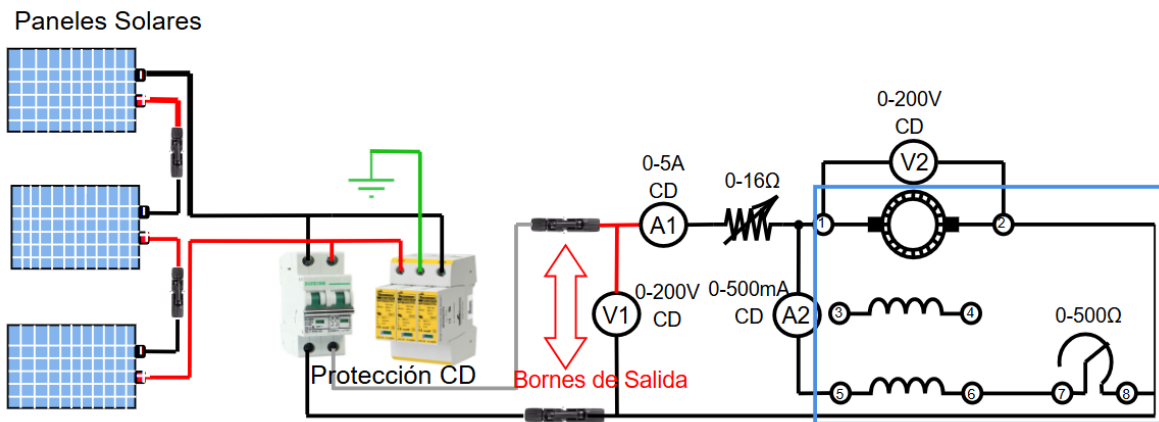

Fig. 83. Diagrama de conexión para el arranque de un motor de corriente directa con paneles solares.
1. Coloque el motor de cd en el gabinete más cercano y realice la conexión shunt del motor de corriente directa (**Fig. 83** rectángulo azul), posteriormente, agregue el reóstato y el módulo EMS 8412 para medir 2 corrientes y un voltaje, use un multímetro para medir V1 o V2. Ver **Fig. 83**.
8. Gire en sentido horario a su posición extrema el reóstato que se encuentra entre el punto 7 y 8 de la **Fig. 83** para obtener 0 [Ω] o su cantidad mínima.
12. Después de comprobar que no hay ningún inconveniente con las conexiones o los cables, mire atentamente el amperímetro A1 y conecte los bornes de salida de los paneles solares, como se muestra en la **Fig. 83** y registre la corriente al arranque en la **Tabla 31**.